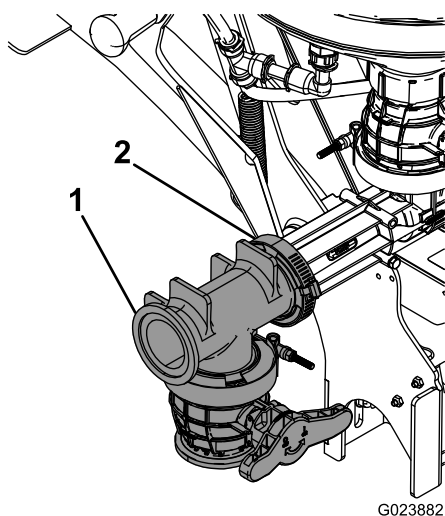

Figura 16
13. Ligue a válvula em T ao conjunto do misturador utilizando um casquilho e um grampo sem fim (Figura 16).